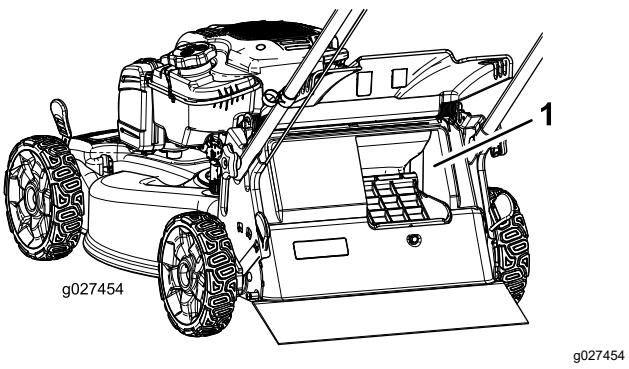

Bild 17
**Wichtig:** Stellen Sie für einen einwandfreien Betrieb den Motor ab, warten Sie, bis alle beweglichen Teile zum Stillstand gekommen sind, entfernen Sie dann Schnittgut und Rückstände von der Klappe des zuschaltbaren Fangkorbs und den umgebenden Öffnungen (Bild 17), bevor Sie die Stellung des Hebels für den zuschaltbaren Fangkorb ändern.